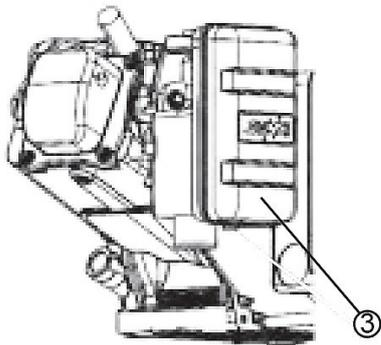

Abb. 39: Filterabdeckung entnehmen (PG-I 40 S)
Schritt 4: Die Befestigungsschraube des Luftfilterdeckels (3, Abb. 39) heraus-schrauben, und den Filterdeckel abnehmen.